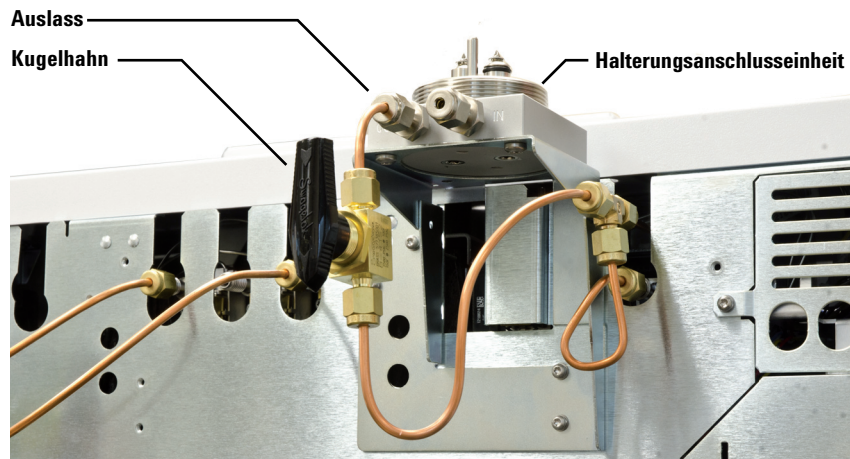

Abbildung 23. Kugelhahn, der nach dem Auslassanschluss an der Anschlusseinheit der Halterung installiert ist
- 5 Wenn Sie den Reinigungssatz für Trägergas für 7890 (CP17988) haben, installieren Sie einen Kugelhahn unmittelbar nach dem Auslassanschluss an der Anschlusseinheit der Halterung, wie in **Abbildung 23** dargestellt.